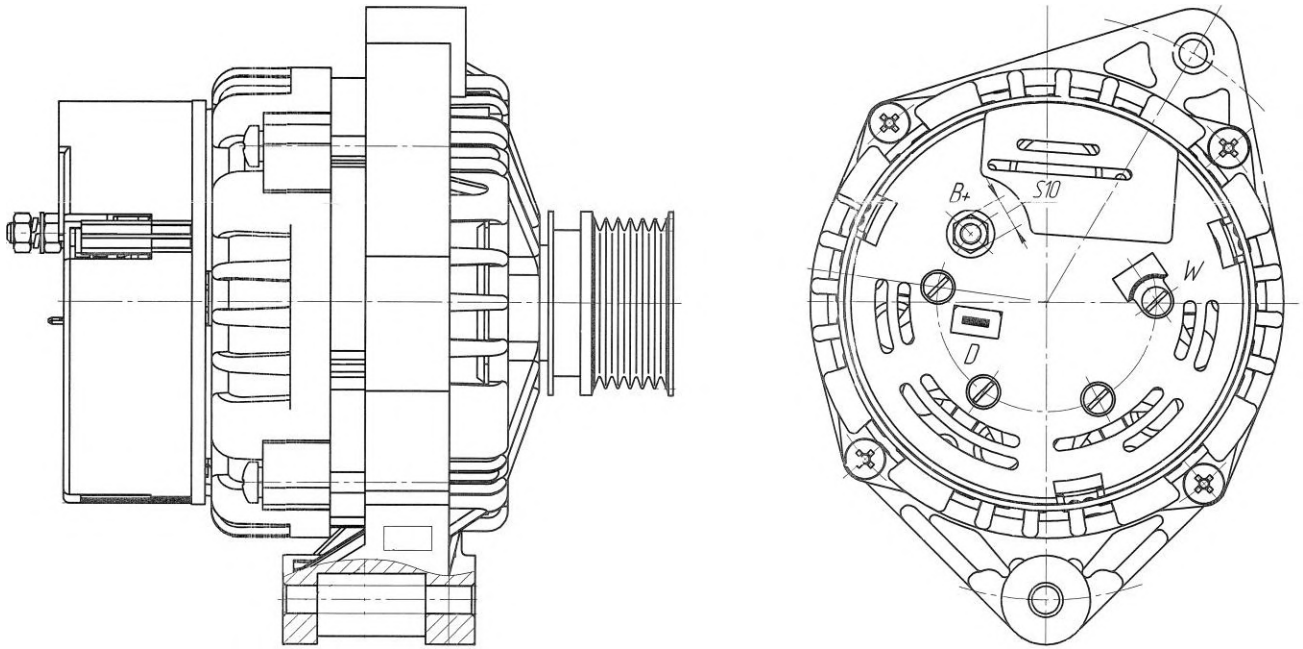

Abb. 72. Außenansicht des Generators 3212.3771000-10 der OAO „BATE“
- 3212.3771000-10 OAO „BATE“ (Abb. 72);